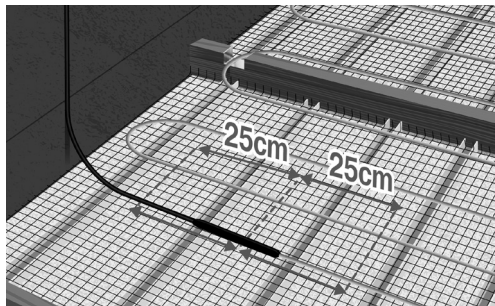

Fig. 16. Placer kablet lige på hver side af samlingen
6. Samlingen mellem koldledning og varmekabel fastgøres ca. 25 cm på hver side målt fra center af samling. Bemærk at starte således koldkabel kan nå op til termostat. (fig. 16).